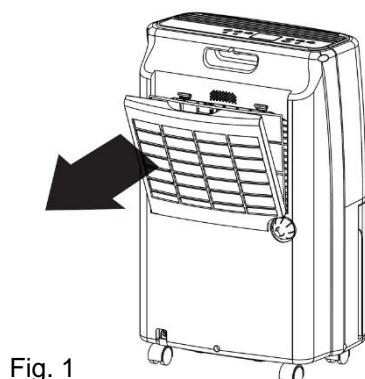

Fig. 1
- Saisissez le filtre à air par le bord supérieur et tirez-le vers vous pour retirer le filtre à air de son support. (Voir fig. 1)